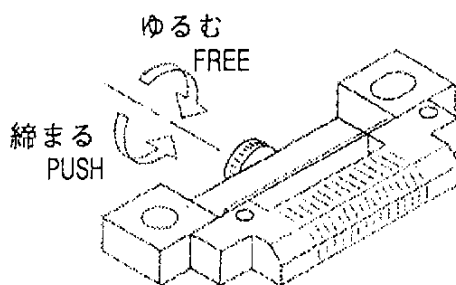
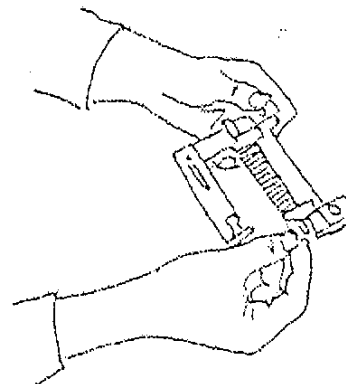

FIG. 5
FIG. 6
- 1) コネクタをセットします。ノブをゆるめてコネクタ押さえを自由にし、(FIG.5) コネクタをケーブル外に突き当たるまで入れ、(FIG.6) ノブを締め付けて下さい。
- 1) Make the connector pusher free by turning the knob. And insert the connector until it has touched to the locator. (see FIG.5, FIG.6)